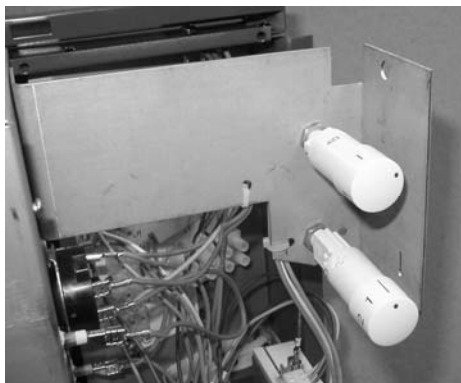

fig.6 Placez le bouton de réglage
- Placez le bouton sur l'axe du potentiomètre (fig.6).